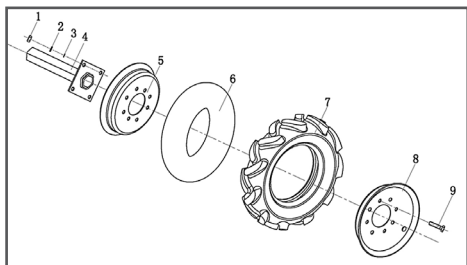

Рис. 3 Установка колеса на мотокультиватор
1. Установите диски на шину (Рис. 3).